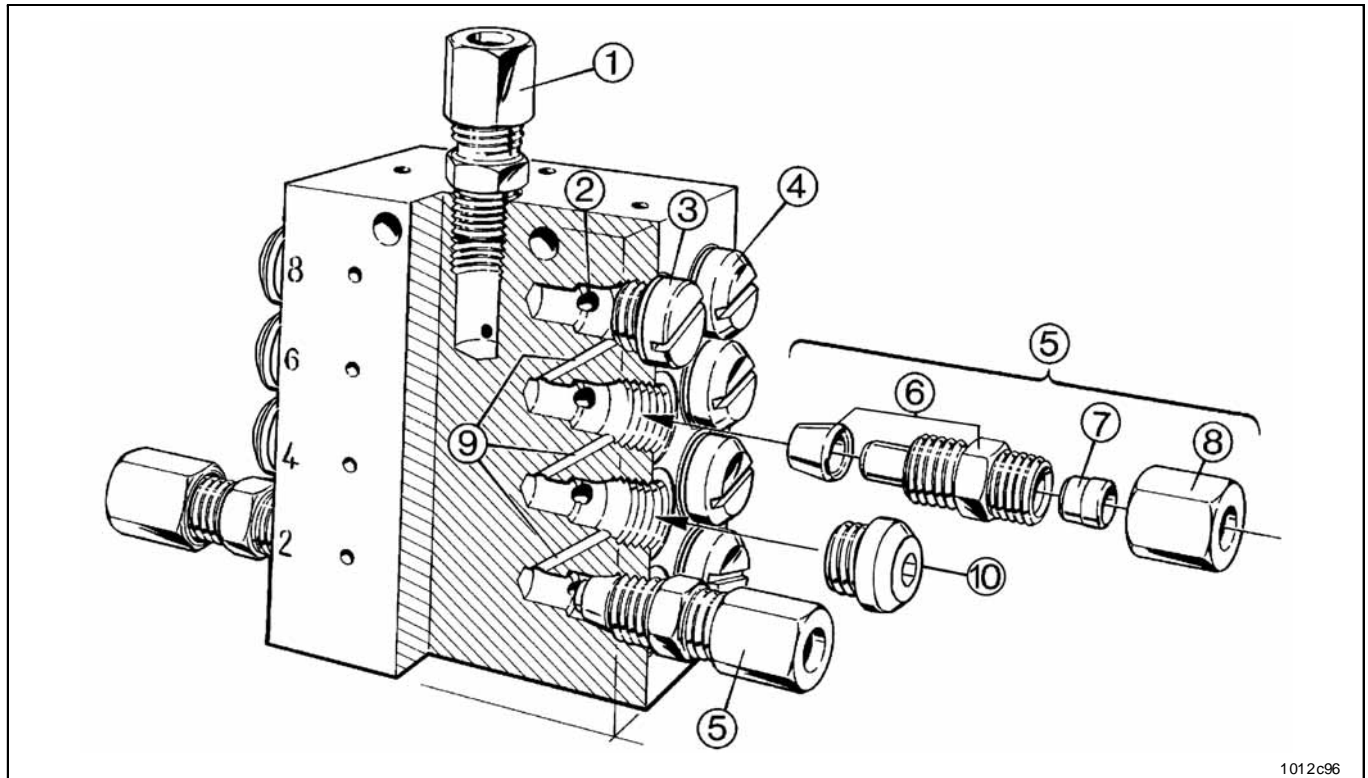

Fig. 26 Installer les raccords de sortie et les vis de fermeture selon le dosage
- Installer un raccord complet 5 (M10 x 1) ans chaque orifice de sortie qui sera utilisé (voir Fig. 26, 27 & 28).